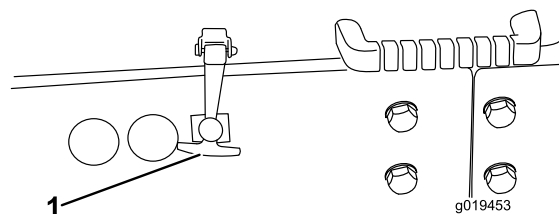

図 28
1. 平らな場所に駐車する。ラッチ (図 28) を外し、フードを持ち上げる。